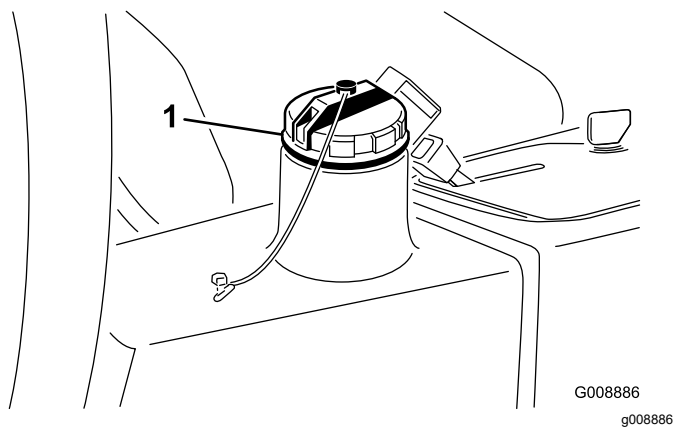

Рисунок 66
3. Залейте в гидравлический бак (Рисунок 66) приблизительно 13,2 литра гидравлической жидкости; см. раздел «Проверка гидравлической системы».